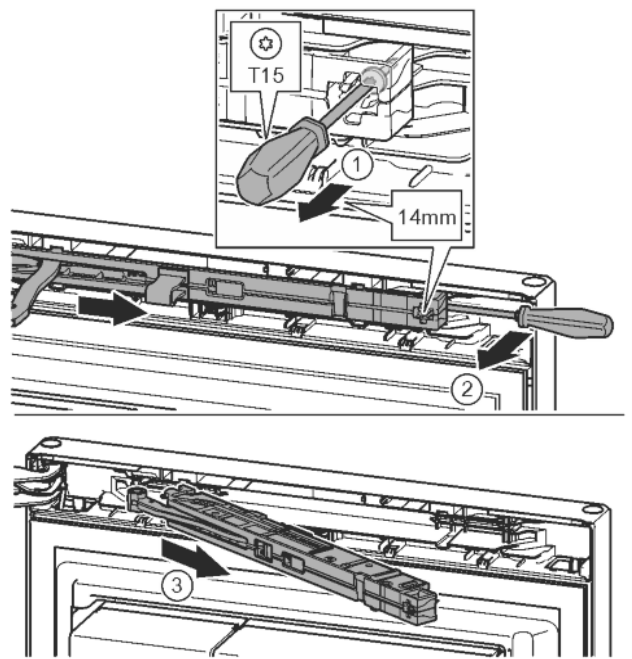

Fig. 11
- ▶ За допомогою викрутки T15 ослабте гвинт на демпферному вузлі приблизно на 14 мм. Fig. 11 (1)
- ▶ Переміщаючи викрутку з боку ручки за демпферний вузол, поверніть уперед. Fig. 11 (2)
- ▶ Витягніть демпферний вузол. Fig. 11 (3)